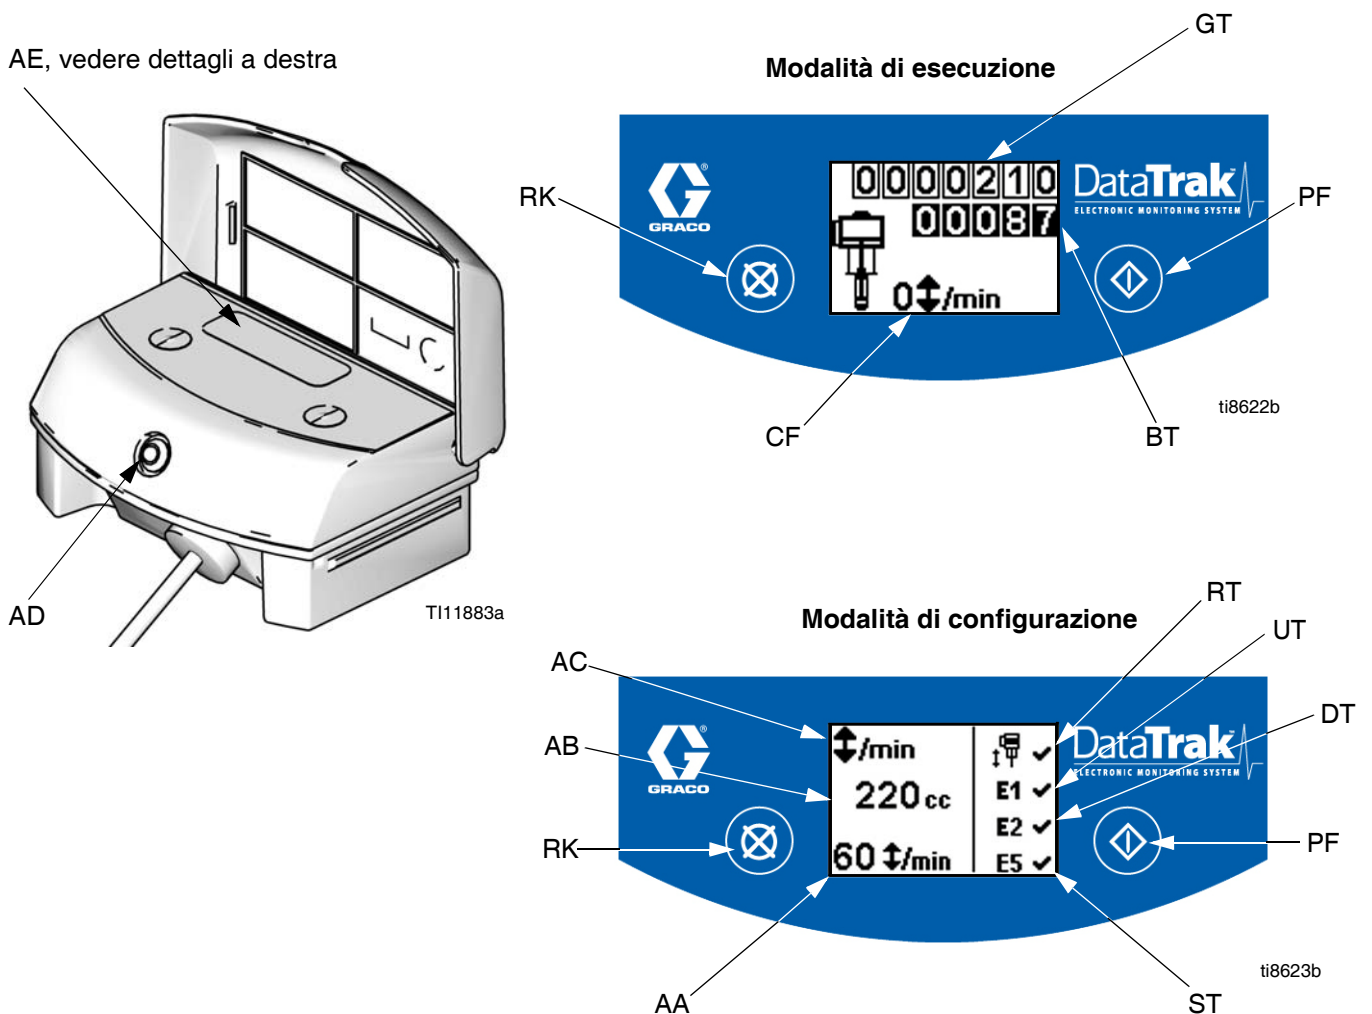

FIG. 9. Comandi e indicatori del DataTrak
Legenda per la Fig. 9
1. Vedere la FIG. 9. Tenere premuto  per 5 secondi, fino alla visualizzazione del menu di configurazione.
NOTA: quando le opzioni di accelerazione e di errore E1, E2 ed E5 sono attivate, sulla schermata di configurazione apparirà un ✓. Vedere la FIG. 9.
1. Vedere la FIG. 9. Se si verifica l'accelerazione della pompa, il solenoide di fuga si attiva, arrestando la pompa stessa. Il LED (AD) lampeggia e il display (AE) indicherà la condizione di accelerazione (vedere la Tabella 1). Il display visualizzerà ciclicamente sei schermate di istruzioni.
2. Schermate accelerazione 1 e 2: per azzerare il solenoide di accelerazione, chiudere la valvola dell'aria principale (U). Attendere che l'aria si sia completamente scaricata dal motore pneumatico.
5. Aprire la valvola dell'aria principale (U) per riavviare la pompa.
NOTA: per disattivare il monitoraggio dell'accelerazione, entrare in modalità di configurazione e impostare il valore su 0 (zero) o portare (RT) su off  (vedere la FIG. 9).
1. Vedere la FIG. 9. Per accedere alla modalità di adescamento/lavaggio, premere un tasto qualsiasi per riattivare il display, quindi premere . Sul display viene visualizzato il simbolo dell'adescamento/lavaggio e il LED lampeggia
2. In modalità di adescamento/lavaggio, la protezione contro l'accelerazione è disattivata e il totalizzatore batch (BT) non effettua il conteggio. Il totalizzatore complessivo (GT) continua a contare.
Vedere la FIG. 9. L'ultima cifra del totalizzatore batch (BT) indica i decimi di galloni o litri. Per azzerare il totalizzatore, premere un tasto qualsiasi per riattivare il display, quindi tenere  premuto per 3 secondi.
Vedere la FIG. 9. Il display (AE) si spegne dopo 1 minuto di inattività nella modalità di esecuzione o dopo 3 minuti nella modalità di configurazione. Premere un tasto qualsiasi per riattivare il display.
Il DataTrak è in grado di diagnosticare diversi problemi della pompa. Quando il sistema di monitoraggio rileva un problema, il LED (AD, FIG. 9) lampeggia e viene visualizzato sul display un codice diagnostico. Vedere la Tabella 1.